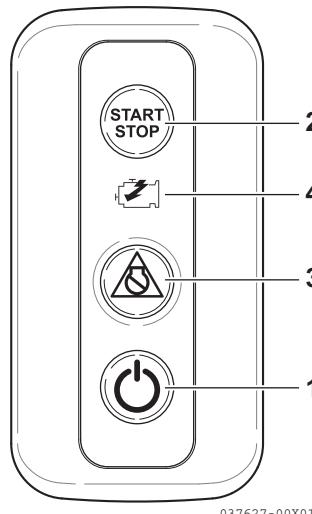

Figure 8
4. Appuyez sur l'interrupteur d'alimentation du panneau de commande de la station sélectionnée (**Figure 8, (1)**).
- Appuyez sur l'interrupteur MARCHE/ARRÊT du moteur (**Figure 8, (2)**) et allumez le démarreur.